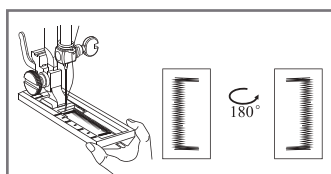

Рис.30
7.15.10 Поднимите лапку, поверните ткань на 180°, опустите лапку и снова переключите регулятор выбора строчек на строчку №11. (Рис.30)